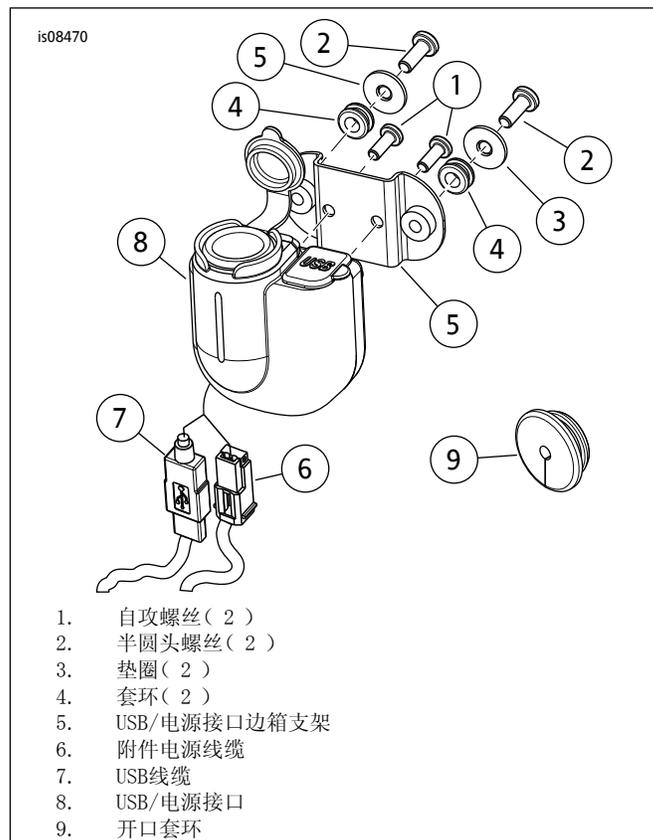

图6。安装边箱USB/12伏插座
4. 使用支架(5) 做为模板标出两个安装孔的位置。使用中心冲标出电源接口穿过开口的位置。
5. 参见图6。将支架(5) 安装至USB/电源接口(8), 使用螺丝(1) 固定。
8. 将一个垫圈(3) 置于每个螺丝(2) 的螺纹上。穿过套环插入螺丝, 并将第二个垫圈置于螺丝螺纹之上。
9. 使用螺丝(2) 将USB/电源接口(8) 安装至边箱侧壁。拧紧至2.8-3.3 N·m (25-30 in-lbs)
10. 通过边箱侧壁上的16 mm (0.62 in) 孔穿出附件电源线(6) 和USB线缆(7) 以及线束。